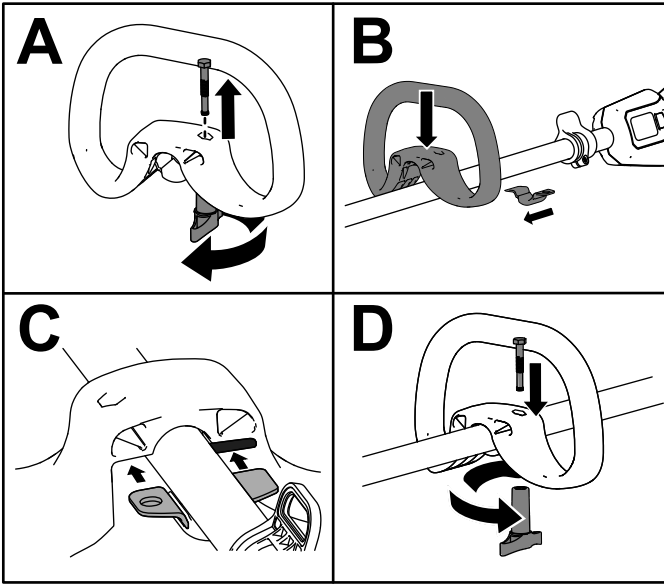

Bild 3
1. Trennen Sie den Hilfsgriff von der unteren Griffhalterung, indem Sie den Griffverriegelungsknopf abschrauben und die Innensechskantschraube (A in Bild 3) entfernen.
2. Richten Sie den Hilfsgriff an der unteren Griffhalterung des Freischneidergriffs aus (B in Bild 3).
3. Schieben Sie die untere Griffhalterung in den Schlitz am Hilfsgriff (B in Bild 3).
4. Befestigen Sie den Hilfsgriff mit der zuvor entfernten Innensechskantschraube an der unteren Griffhalterung (C in Bild 3).